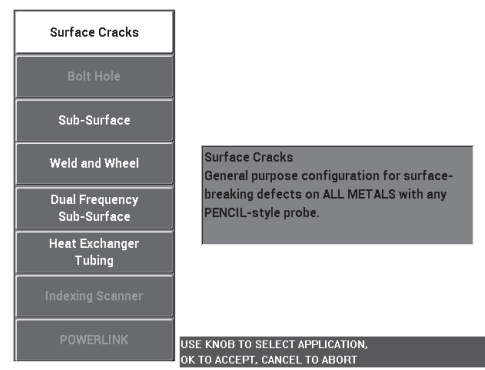

Abbildung 5-83 Anwendung für Risse an Oberflächen
2. Drücken Sie die Menütaste ADV SETUP () und drücken Sie die Funktionstaste A, um **ANW WÄHLEN** auszuwählen und das Anwendungsmenü anzuzeigen. Wählen Sie mit dem Drehknopf **Risse an Oberflächen** aus und drücken Sie dann die Bestätigungstaste () [siehe Abbildung 5-83 auf Seite 202].
7. Koppeln Sie die Sonde von der Oberfläche ab und koppeln Sie sie erneut an die Probe an. Beim Wiederholen dieser Bewegungen drücken Sie die Direktzugriffstaste ANGLE () und stellen Sie den Liftoff-Winkel ein bis er gerade nach oben (90°) ausgerichtet ist (siehe Abbildung 5-83 auf Seite 202).